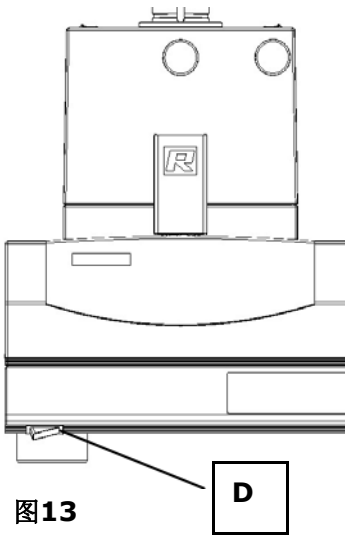

图13
- 按下开关 D 开机。图13
- 按下开机键 Q 启动研磨。图13